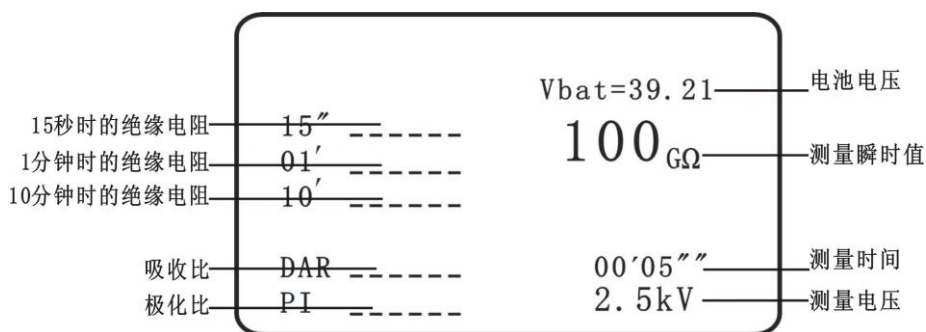

图 8 测量结果
(2) 如果想开始加压测量试验，在图 4 开机画面中，选中 测量 图标，按【确定】键并保持 1 秒以上，进入测量画面，显示测量画面，最后形成图 8 测量